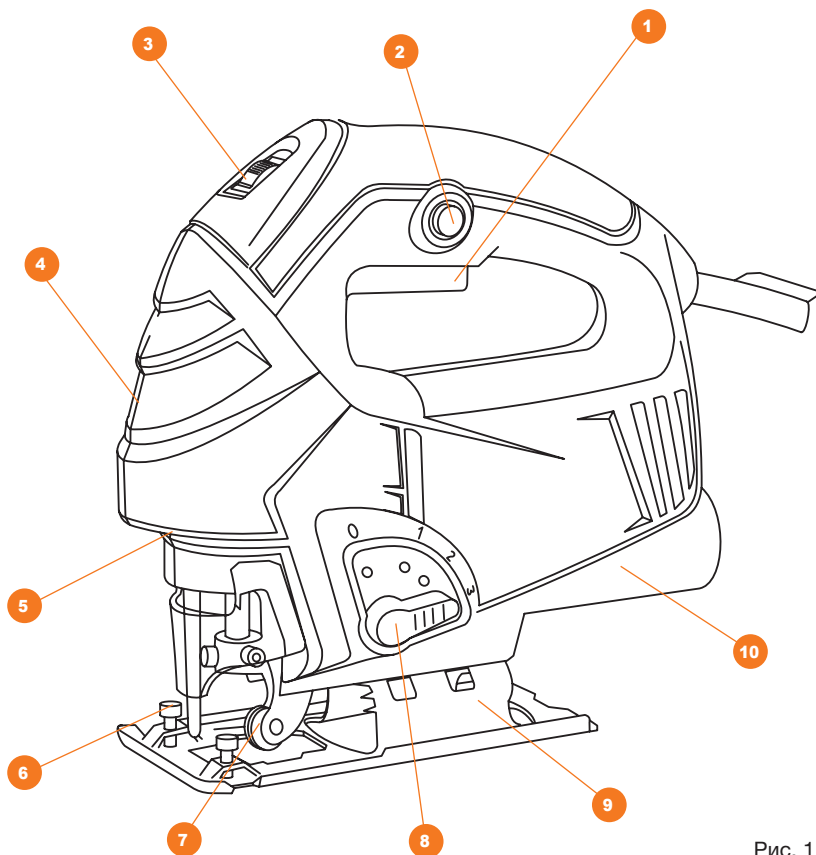

Рис. 1
- Для включения электроинструмента нажмите на выключатель **1** (Рис. 1).
- Для фиксирования выключателя удерживайте его и одновременно нажмите фиксатор выключателя **2** (Рис. 1).
При помощи патрубка **10** (Рис. 1) в корпусе лобзика вы можете легко удалять образующиеся стружки и пыль. Для этого подсоедините к отверстию пылесос. При необходимости используйте адаптер.